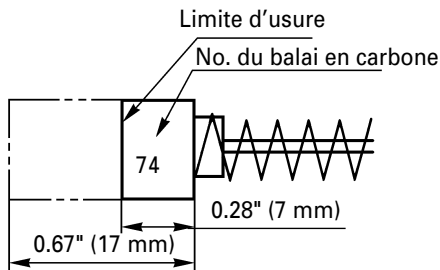

Fig. 18
4. Contrôle des balais en carbone (Fig. 18)
Utiliser le balai en carbone HITACHI No. 74 indiqué sur la Fig. 18.